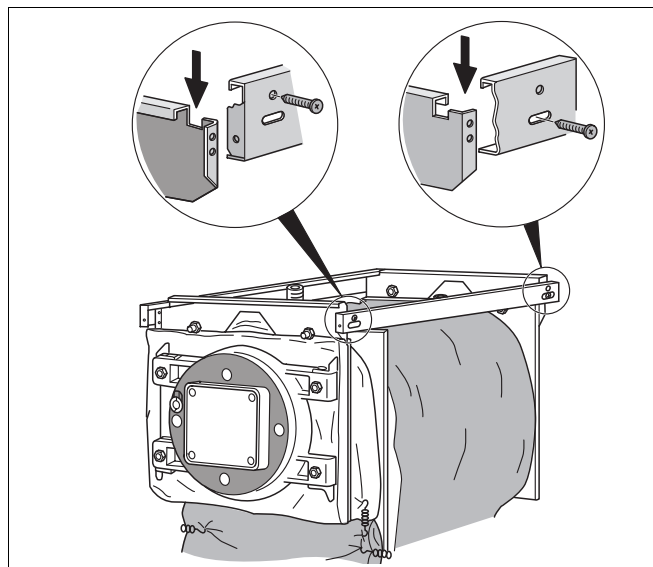

Fig. 8 Montering af sidetraverserne
- Monter sidetraverserne med U-afkantningerne i udsparingen i den forreste og bagerste travers. Skru dem fast foran i det runde hul og bagved i langhullet med 2 pladeskruer (fig. 8).